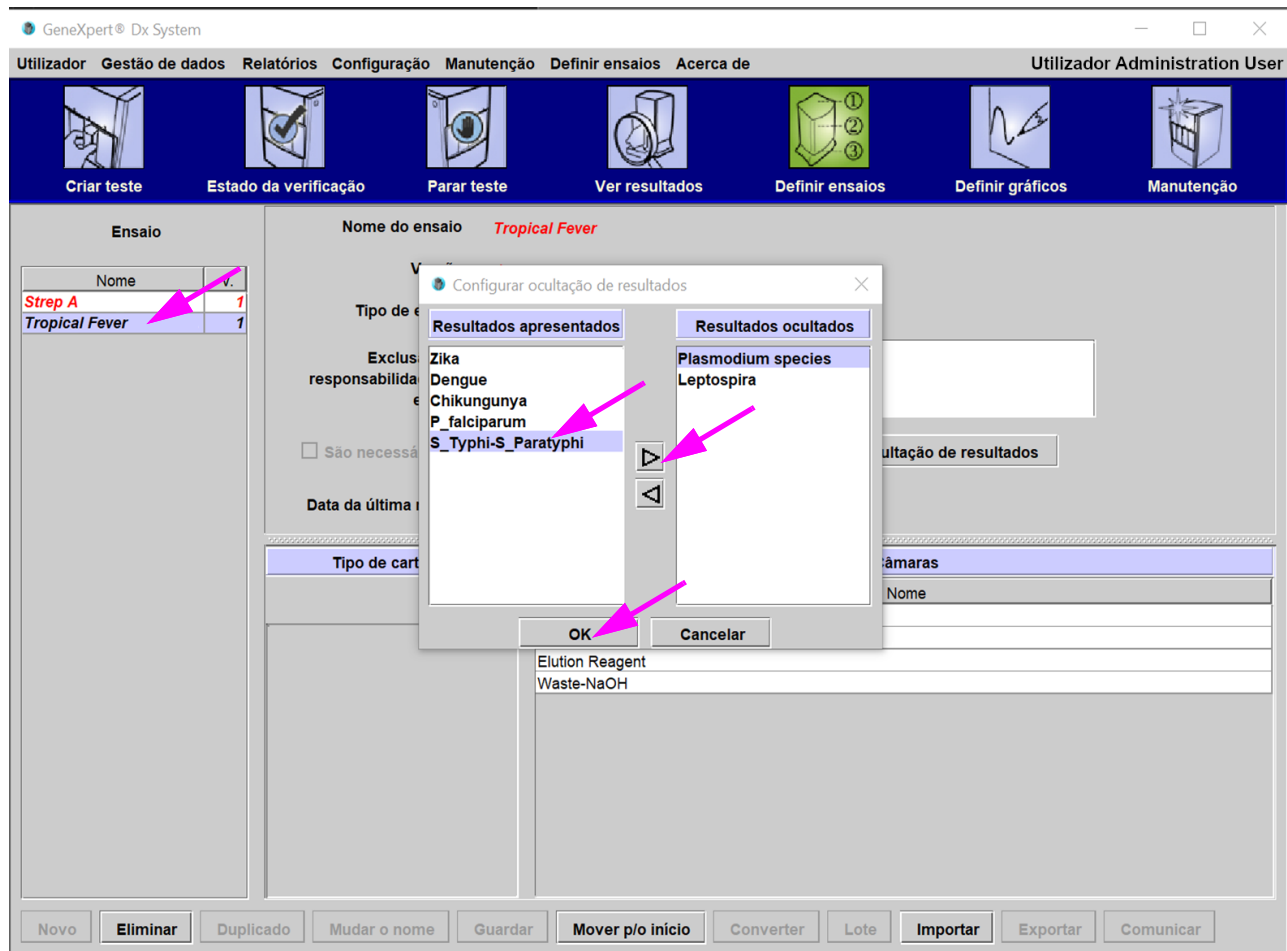

Figura 5-28. Ecrã “Definir testes” (Define Assays Screen) com sobreposição de “Configurar ocultação de testes” (Configure Results Masking Overlay)
O ecrã “Definir testes” (Define Assays) apresenta (consulte figura 5-28).
3. Clique em **Configurar ocultação de resultados (Configure Results Masking)** (consulte a figura 5-28).
4. É apresentada a sobreposição de “Configurar ocultação de testes” (Configure Results Masking) (consulte a figura 5-28). A sobreposição de “Configurar ocultação de resultados” (Configure Result Masking) inclui duas colunas, Resultados apresentados (Displayed Results) e Resultados ocultos (Masked Results). Todos os resultados na coluna “Resultados apresentados” (Displayed Results) serão apresentados nos resultados finais dos testes. Os resultados na “Coluna oculta” (Masked Column) não serão apresentados no resultado final do teste.